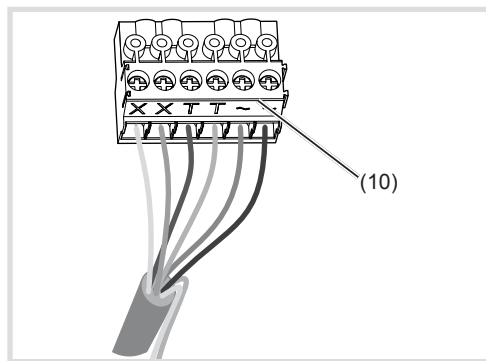

Bild 8: verdrahteter Anschluss-Klemmblock
- Anschluss-Klemmblock (10) vom Audioeinsatz nach unten hin abziehen.
- Adernpaar der 2Draht Busleitung an die Klemmen **XX** des Anschluss-Klemmblocks anschließen (Bild 8).
- Gegebenenfalls Türöffner-Leitung an die Klemmen **TT** des Anschluss-Klemmblocks (Bild 8 und 9) anschließen.
- Für Ruftaster-Hinterleuchtung und Kameraheizung 12 V~ Zuleitung vom Netztransformator an die Klemmen **~** des Anschluss-Klemmblocks anschließen (Bild 8).